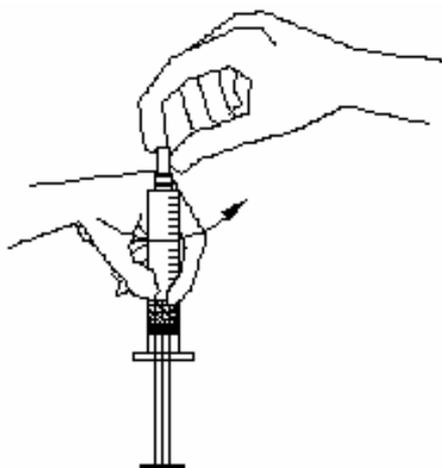

Figura 10
12. Cuando hayas obtenido la cantidad deseada de gas (no más de 20 mL), deberás detener la reacción. Gira la jeringa de manera que la punta quede hacia arriba y, con cuidado (pues el gas puede estar bajo presión), se le quita la tapa (Figura 10).